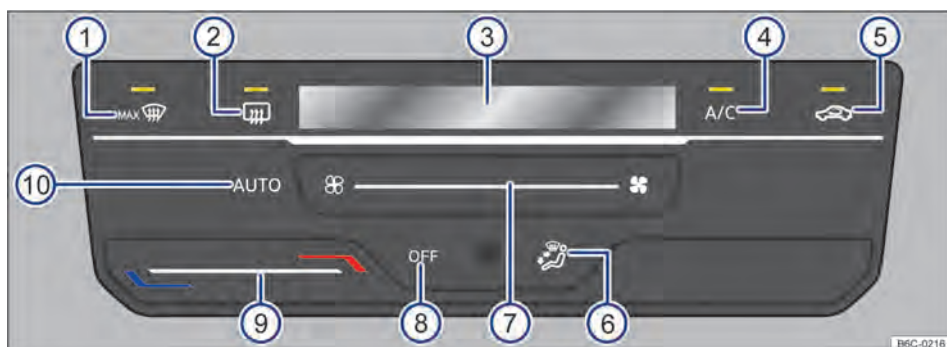

Fig. 88 Comandos do Climatronic.
- *Climatronic*: girar o regulador do ventilador para a esquerda até o batente → Fig. 88 (7).
Com o botão  → Fig. 88 (6) é possível ligar o modo automático do Climatronic.
mático se desliga quando a ventilação é alterada manualmente ou com a alteração da distribuição de ar através do botão → Fig. 88 (4) pressionar.
- *Climatronic*: tocar na superfície de função → Fig. 88 (9).
No display do Climatronic → Fig. 88 (3) é indicada a temperatura ajustada.
- *Climatronic*: tocar na superfície de função → Fig. 88 (7).
- *Climatronic*: pressionar o botão → Fig. 88 (4) para posição desejada, a distribuição selecionada será indicada no display (8).
- *Climatronic*: pressionar o botão  → Fig. 88 (1).